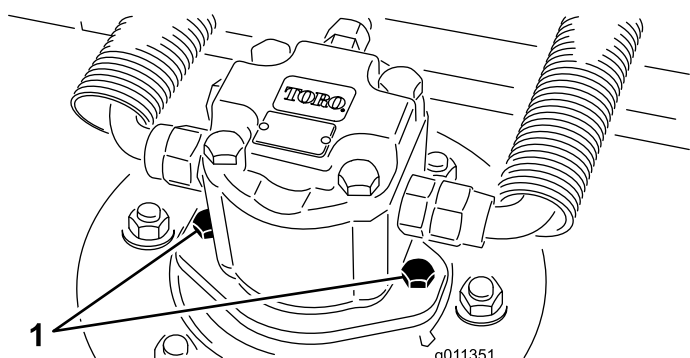

Figura 71
2. Desconecte y retire el motor hidráulico de la unidad de corte (Figura 71). Tape la parte superior del eje para evitar la contaminación.
4. Instale el motor hidráulico en la carcasa (Figura 71). Asegúrese de que la junta tórica está correctamente colocada y que no está dañada.